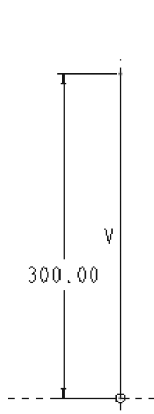

图 6-100 原点轨迹
(1) 新建文件名为“liti6-10.prt”的实体文件。
(2) 单击【基准】工具栏中的【草绘】按钮，选取“FRONT”基准面作为草绘平面，其他使用默认设置，草绘原点轨迹，如图 6-100 所示。